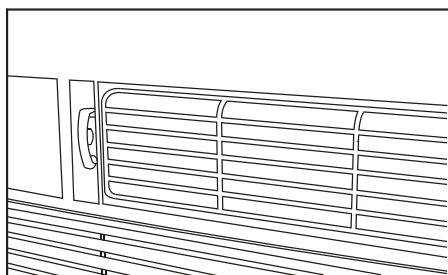

Fig. 1 (ÉVENT FERMÉ)
- Faire recirculer l'air à l'intérieur de la pièce – évent fermé (voir Fig. 1)